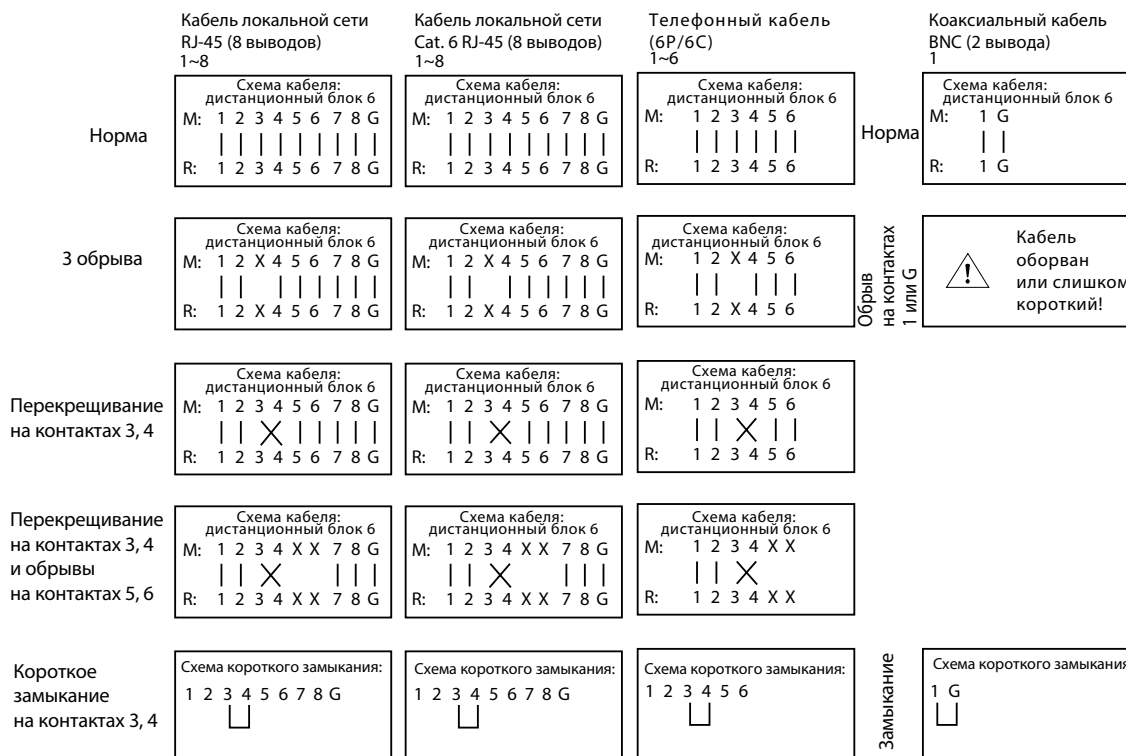

Рис. 5-2. Инструкции к результатам схематизации кабелей с помощью нескольких дистанционных блоков (ID № 1–8)
4. Результат теста схемы прокладки кабеля с помощью нескольких дистанционных блоков будет выведен на ЖК-дисплей (рис. 5-2).
5. При схематизации кабеля с помощью нескольких дистанционных блоков (ID № 1–8) для кабеля локальной сети, телефонного кабеля (6P6C) использовали ID № 6 для примера, если статус кабеля определен как «правильное соединение», дистанционный блок подаст пять звуковых сигналов; если статус кабеля соответствует «обрыву», дистанционный блок будет издавать непрерывный звук; если статус определен как «короткое замыкание», то никаких звуковых сигналов подаваться не будет. Для инструкций по результатам теста обратитесь к рис. 5-2.